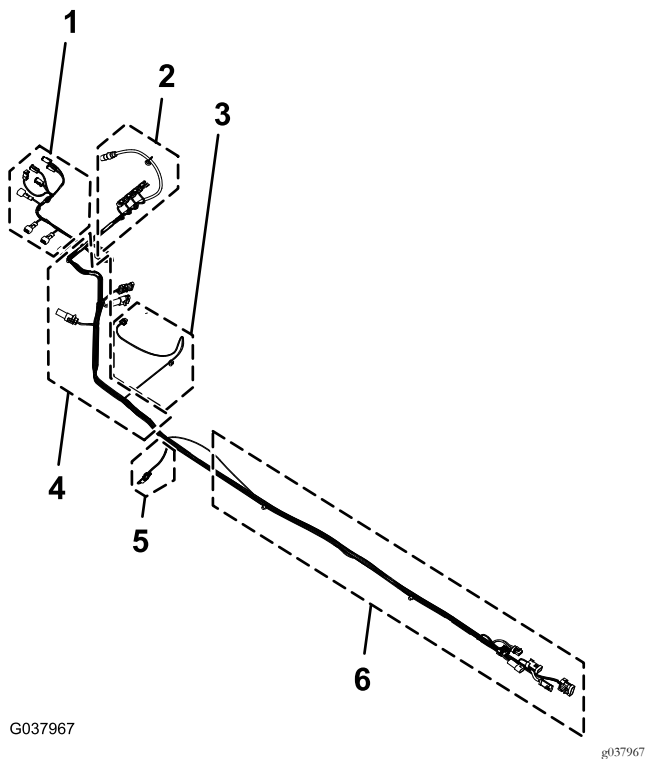

Figura 101
1. Localize a secção com 168 cm da nova cablagem elétrica (Figura 101).